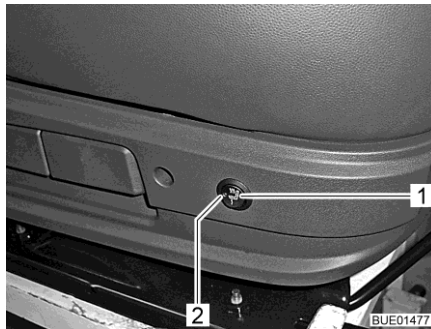

Bild 32 Brytare för stolsvärme
- Tryck på knappen (Bild 32,1) baktill på vänstra sidan av stolkonsolen.
När stolsvärmerna är påslagen lyser kontrollampan (Bild 32,2).
- Ställ knappen (Bild 32,1) på mittläge. Lampan släcks.